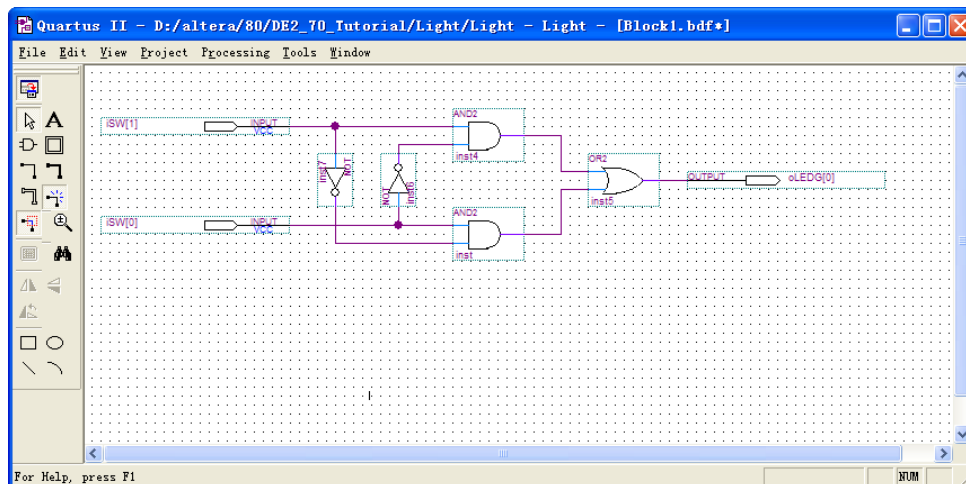

图 4-8 修改引脚名称
7. 修改电路结点的名称，双击元件即可修改，将输出结点名称改为 oLEDG[0]，将两个输入分别改为 iSW[1]和 iSW[0]，并保存设计文件 Light.bdf。如图 4-8。